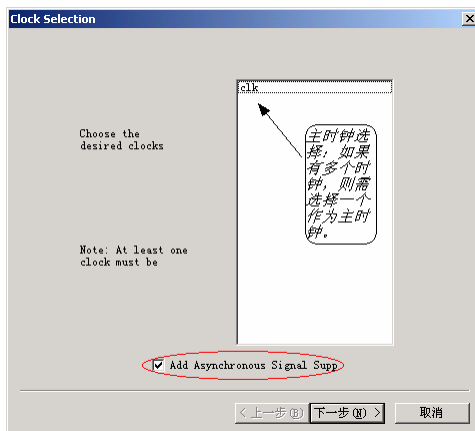

图2-91 选择设计的主时钟
- 如果整个设计都是同步时序设计，那么单击 **OK** 按钮，完成时间设置，进入 HDL Benchner 测试波形编辑窗口。如果设计不完全是同步时序设计，就需要设置异步时序关系。在“Add Asynchronous Signal support”选项前打勾，单击 **Next >** 按钮，进入主时钟选择对话框。如果设计有多个时钟，需要选择主时钟，主时钟的周期特性将决定异步组合电路的时序是否满足条件。本例只有一个时钟，选择“clk”为主时钟，如图 2-91 所示。